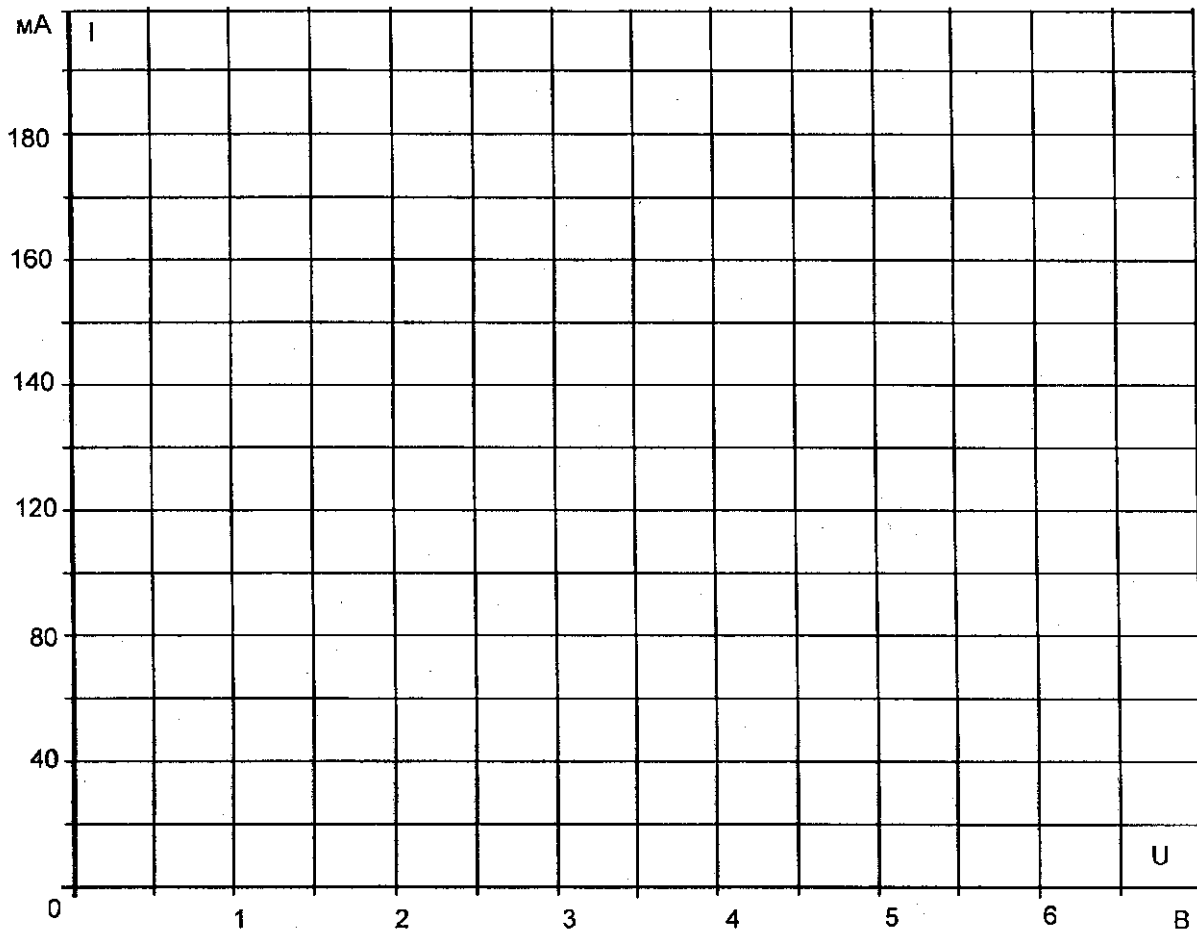

Рис. 5.4
- Результаты измерений занесите в табл. 5.1 и перенесите их также на график (рис. 5.4) для построения требуемых характеристик.